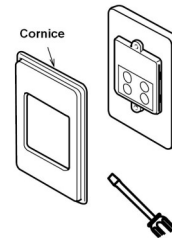

Fig. 3
4. Rimuovete la cornice del comando remoto facendo attenzione a non rovinarlo (Fig.3).
3. Collegate questo connettore al cavo di collegamento “EZ” al capo marcato “To EZ Connect” dell’unità Master (Fig.2). L’altro capo del cavo di collegamento “EZ” marcato “To PCB” deve essere collegato alla presa libera che si trova sulla sommità del PCB dell’unità Slave (Fig.2 e Fig.3).